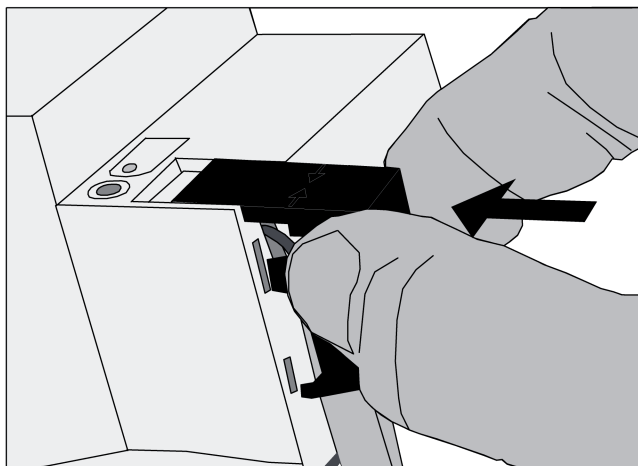

Bild 6: Abdeckkappe aufstecken
- Abdeckkappe über die Busklemme stecken, bis sie einrastet (Bild 6).